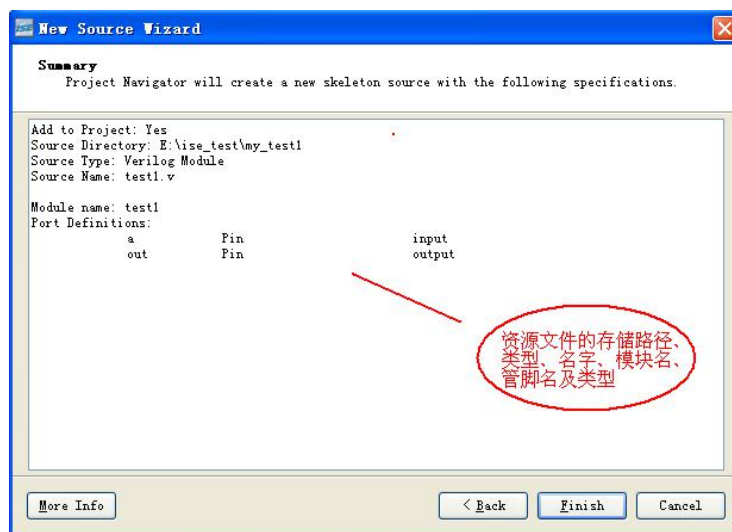

图 1-7
- 6、图 1-7 的 Summary 对话框总结出设计者新建资源文件的存储位置、类型，模块名、管脚等信息。如果用户想修改信息，可以返回修改（Back）。如果确定点击 Finish 完